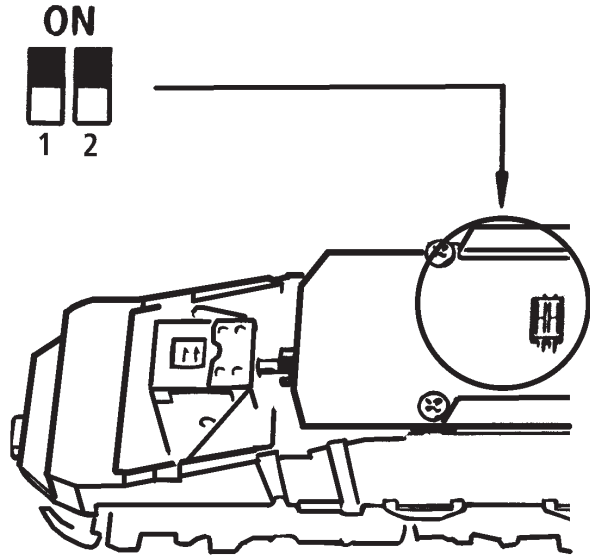

Fig. 7
3. Haftreifenwechsel: Zuerst den Getriebedeckel abnehmen (Fig. 7). Danach den **Radsatz** herausnehmen und die **Haftreifen** mit einer Nadel od. mit einem feinen Schraubendreher abziehen (Fig. 9). Beim Aufziehen der neuen Haftreifen darauf achten, dass diese sich nicht verdrehen.
3. Change of traction tyre: Remove the gear cover (fig. 7). Take out **wheel set** and remove **traction tyre** using a pin or a fine screwdriver (fig. 9). When pressing on the new traction tyre please **avoid twisting it**.
3. Échange des bandages d'adhérence: Démontez d'abord le **couvercle du carter des engrenages** des engrenages (fig. 7). Délogez ensuite les essieux bandagés et enlevez, à l'aide d'une aiguille ou d'un tourne-vis fin, les bandages d'adhérence (fig. 9). Lors du montage des nouveaux bandages veuillez veiller à ce que les bandages **ne soient pas tordus**.